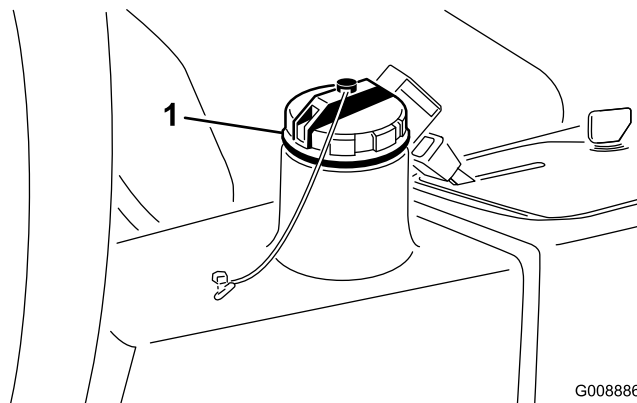

Figura 74
4. Encha o reservatório (Figura 74) com aproximadamente 13,2 litros de fluido hidráulico; consulte a secção Verificação do sistema hidráulico.